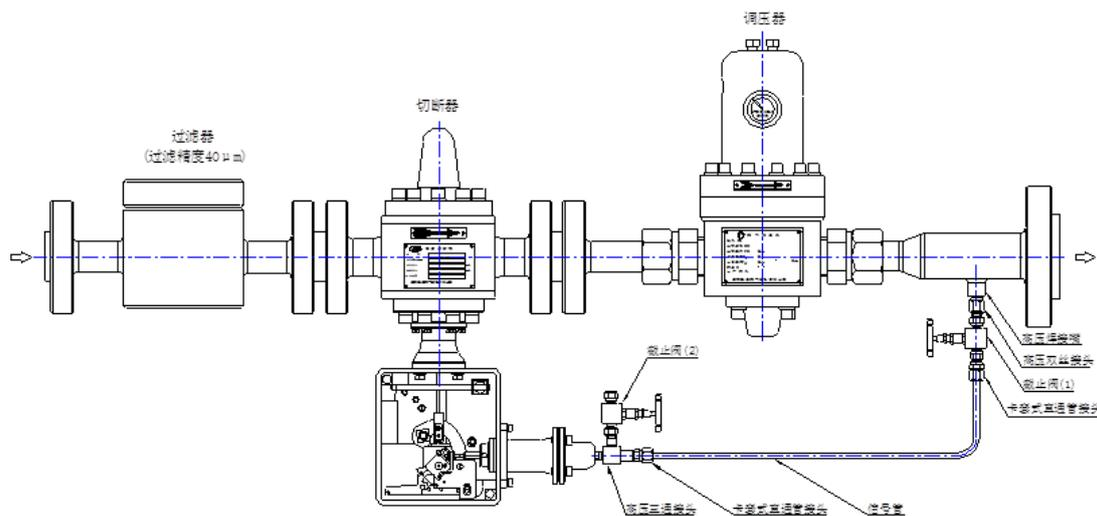

图4 安装示意图
### 5.2 切断阀安装示意图：<图4>
- 先关闭信号管上的截止阀（1），再开启截止阀（2）泄压，待信号管内气体排空后将其关闭（参照<图4>）。